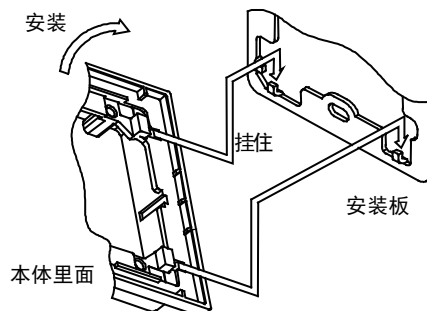

图 11. 壁直接安装套件本体的安装
- 2) 把壁直接安装套件本体安装在安装板上(图11参考)。